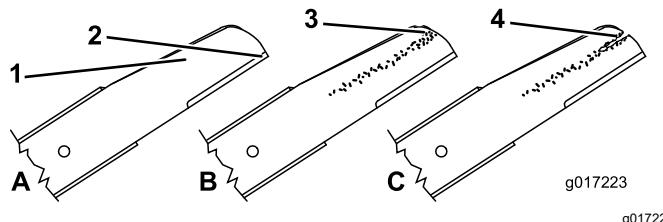
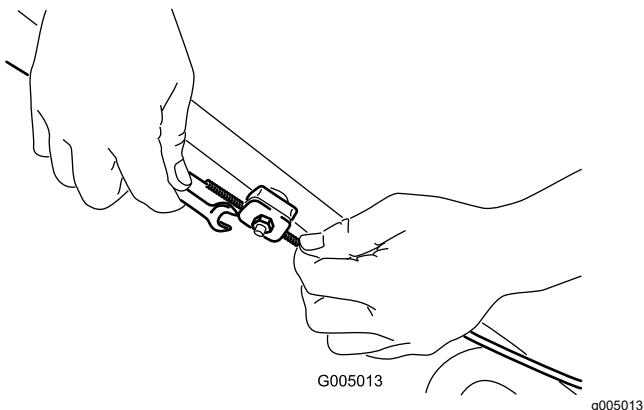

Figure 34
Figure 42
1. Examinez le tranchant des lames (Figure 34). Si elles sont émoussées ou présentent des
2. Inspectez les lames, surtout la partie relevée (Figure 42). Remplacez immédiatement toute lame endommagée, usée ou qui présente une entaille (Figure 34).
2. Desserrez l'écrou de support du câble (Figure 42).